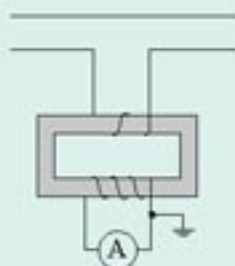

图 5.4-6 电流互感器
以测量很大的电流了。这样的变压器叫做电流互感器（图 5.4-6）。
**问题** 如果图 5.4-6 中电流互感器的效率是 100%，请推导两个线圈中电流之比与它们的匝数之比的关系。